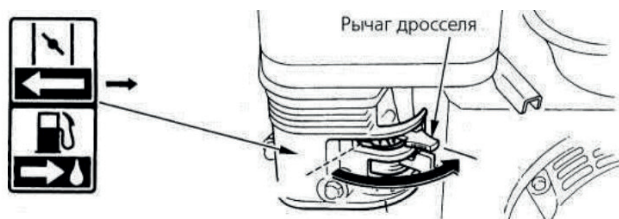

Рис. 16
1. Установите обороты холостого хода двигателя с помощью рычага управления дроссельной заслонкой (см. рис. 16)
2. Переведите выключатель двигателя в положение "0" (Выключено) (см. рис.16). Двигатель остановится.